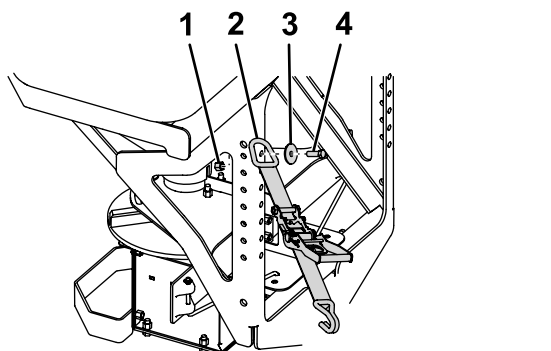

图 9
1. 如图 9 所示使用螺栓 1/2 英寸、垫圈 1/2 英寸和锁紧螺母 1/2 英寸将棘轮带的 D 形环端连接至撒布机机架外侧的上孔中上紧螺栓扭矩至 76Nm。